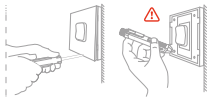

Рисунок 4
7.3 При установке реле в подрозетник рекомендуется предварительно снять лицевую панель с выключателя и с помощью электрического тестера проверить все провода, подключенные к нему, чтобы убедиться в отсутствии напряжения в цепи (см. рисунок 4). Демонтируйте выключатель и снимите его со стены. Определите, какие проводники относятся к сети, а какие к нагрузке.